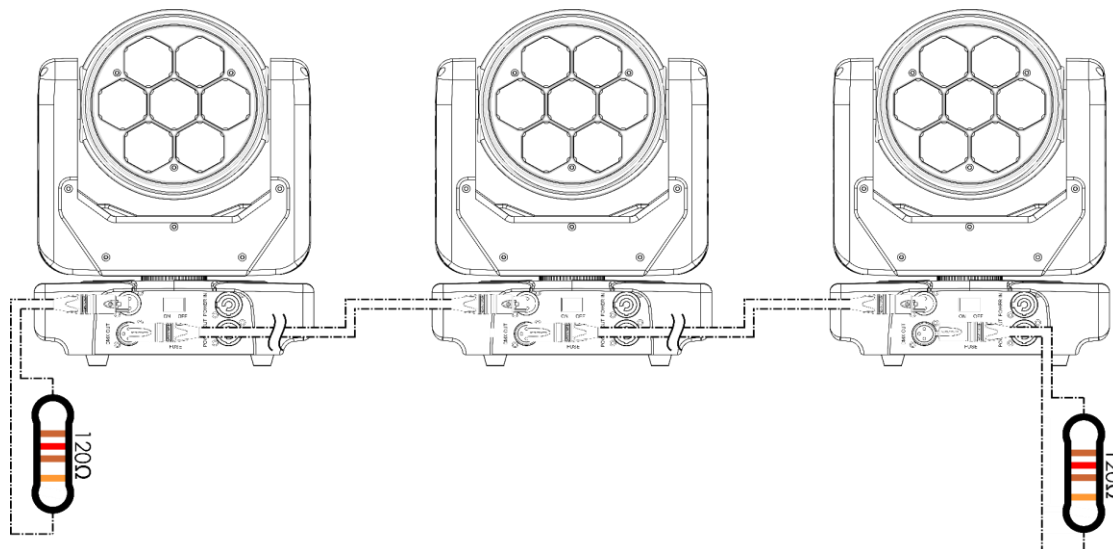

Fig. 12
- 02) Ripetere il passo 1 per collegare tutti i dispositivi come mostrato nella Fig. 12.